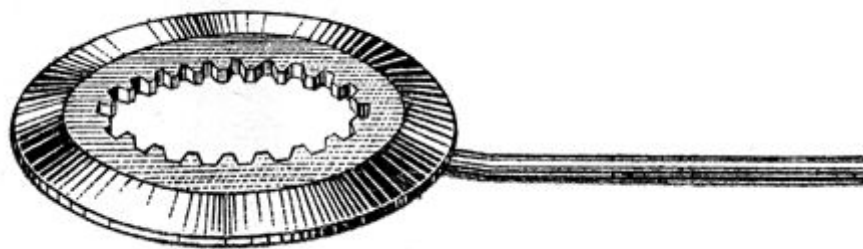

Рис. 13. Приспособление для разборки сцепления.
4. Зафиксируйте барабан сцепления специальным приспособлением (рис. 13), а за неимением такового - отверткой (что весьма нежелательно), и отверните гайку ведомого барабана. При этом следует помнить, что резьба левая!